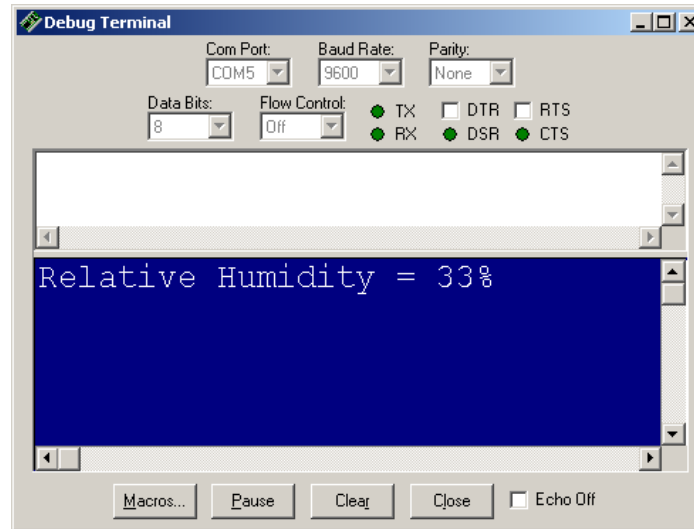

Figura 3. Salida Típica del Programa
- Usted deberá obtener resultados similares a los que se muestran en la Figura 3.